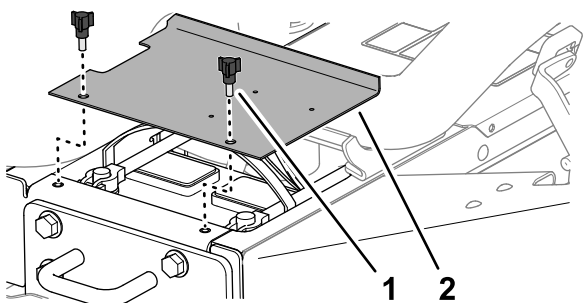

Figure 54
1. Ouvrez les loquets sur les côtés gauche et droit du capot (Figure 54).